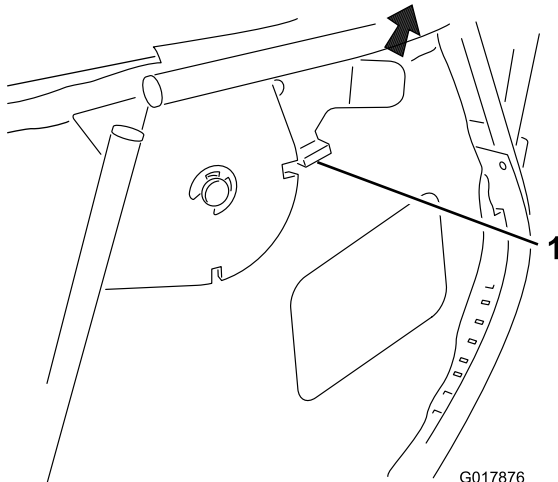

Bild 16
1. Lösen Sie den Sperrriegel (Bild 16).